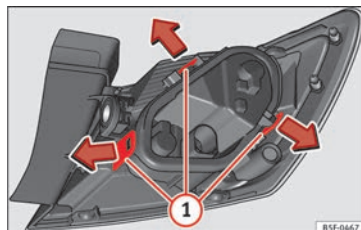

Fig. 113 Linguette di fissaggio nella parte posteriore del fanale di coda.
- Smontare il portalampada » fig. 113 sbloccando le linguette di fissaggio ①.